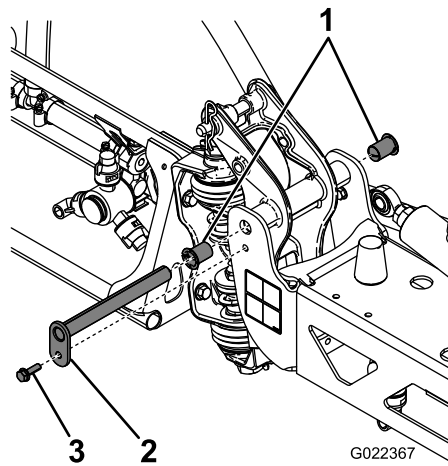

Figura 62
3. Cu greutatea braului susținută, îndepărtați urubul și piulița care fixează fusul de basculare la ansamblul braului (Figura 62).
4. Îndepărtați urubul și piulița care fixează fusul de basculare și îndepărtați fusul (Figura 62).
6. Îndepărtați și verificați bucele din nailon de la părțile din față și din spate ale suportului pivotant (Figura 62).
7. Lubrifiazi cu puțin ulei bucele din nailon i montați-le în suportul pivotant (Figura 62).
8. Montați ansamblul braului i suportului pivotant la cadrul central, aliniind orificiile (Figura 62).